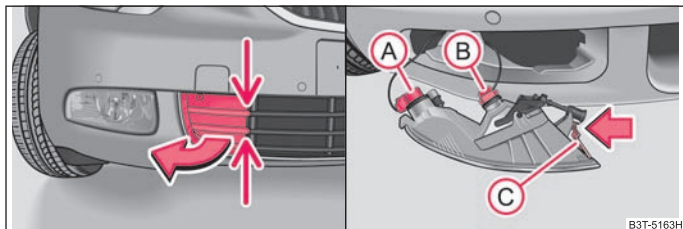

Fig. 213 Paragolpes delantero: Cubierta / faro antiniebla con luz de marcha diurna
- Coja la cubierta por los puntos indicados por unas flechas ⇒ fig. 213 - lado izquierdo, y sáquela.
- Meta la mano en la abertura, en la que se encuentra la cubierta, y haga presión contra la trampilla elástica (C) ⇒ fig. 213.
- Gire hacia la izquierda el conector (A) o (B) con la lámpara hasta el tope y retírelo.